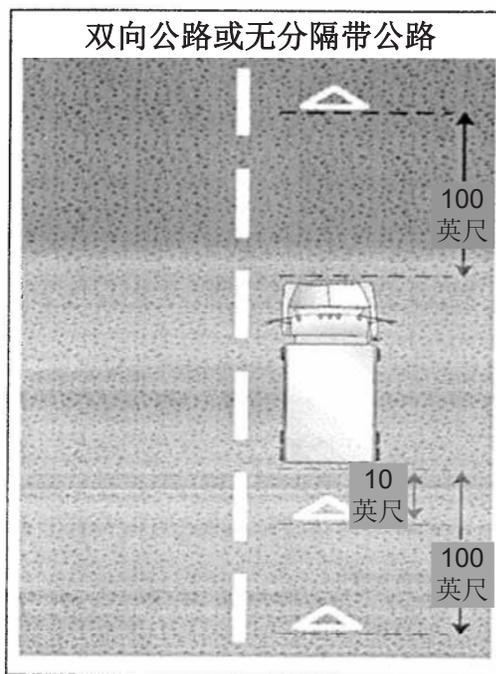

图 2.9
- 如果在双向行驶的双车道公路或无分隔带公路上停车，请在车辆前角或后角 10 英尺范围内摆放警告装置，以标示车辆位置，并在车辆前后 100 英尺处、路肩或您停车的车道上摆放警告装置。*请参见图 2.9。*